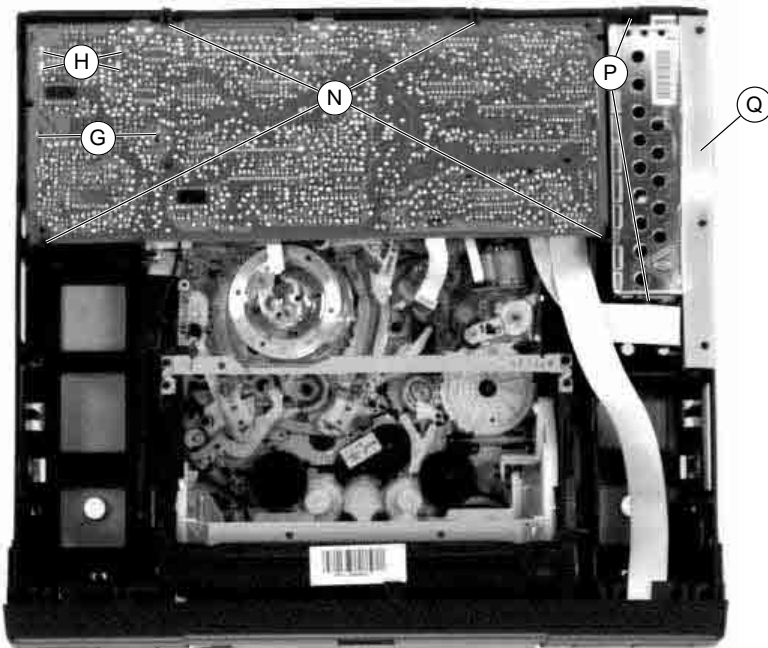

Fig. 6
- Rastnasen (N) öffnen und Chassisplatte herausnehmen (Fig. 6).
- Befestigungsglaschen (G) lösen und Tuner auslöten (Fig. 6).
- Befestigungsglaschen (H) lösen und Modulator auslöten (Fig. 6).
- Open the locking lugs (N) and remove the Family Board (Fig. 6).
- Loosen the mounting hooks (G) and unsolder the Tuner (Fig. 6).
- Loosen the mounting hooks (H) and unsolder the Modulator (Fig. 6).
- Rastnasen (P) austrasten und Netzteilbaustein herausnehmen (Fig. 6).
Nach der Reparatur darauf achten, daß der Abschirmdeckel des Netzteilbausteins sowie der Isolationsstreifen (Q) (Fig. 6) angebracht sind!
- Release the locking lugs (P) and take out the Power Supply Board (Fig. 6).
On completion of the repairs take care that the shielding cover and the isolating strip (Q) (Fig. 6) are refitted to the Power Supply Unit!